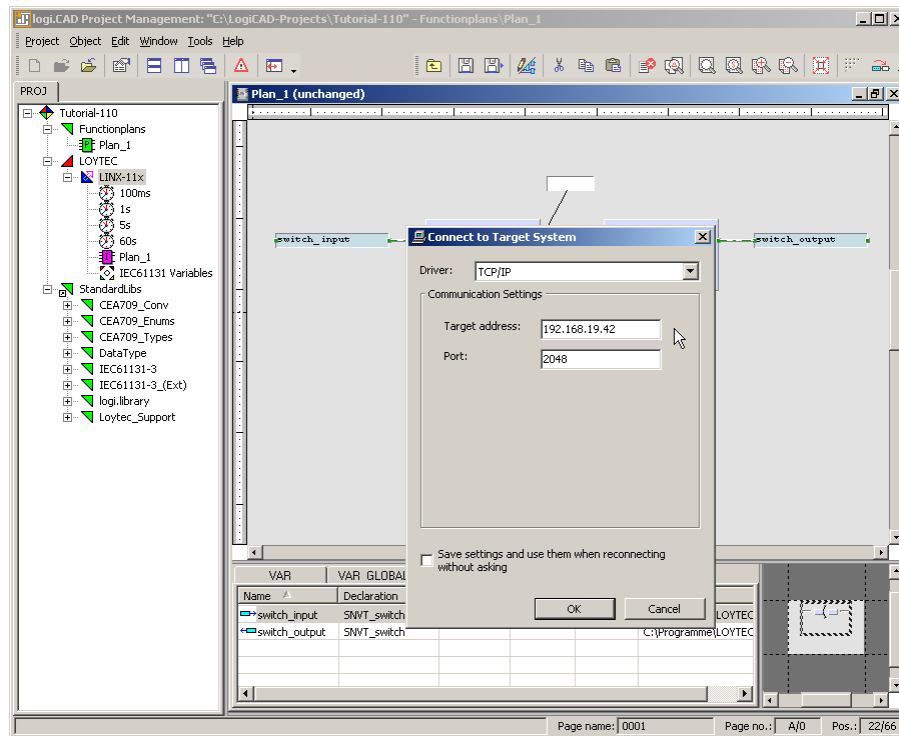

Abbildung 77: Hinunterladen des IEC61131-Programms
15. Schließen Sie das Fenster mit der Schaltfläche **OK**. Jetzt kann das kompilierte IEC61131-Programm auf das Gerät hinuntergeladen werden. Klicken Sie mit der rechten Maustaste auf das Bauelement **LINX-11x** und wählen den Punkt **Download** aus dem Kontextmenü. Daraufhin wird der Connection-Dialog angezeigt, der nach der Verbindungsart und weiterer Information fragt (siehe Abbildung 77).